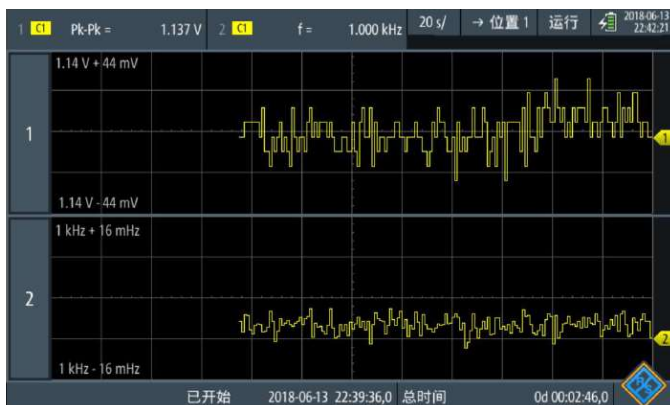

图19 RTH1002数据记录功能
7. 点击屏幕左侧的序号可进入每条轨迹观测细节 (如-图19-红框)，
点击轨迹之间的分割线可以快速返回多轨迹显示模式 (如-图19- 绿框)。